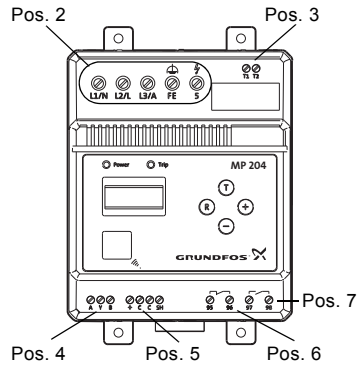

Fig. 6 Terminals
See fig. 6, pos. 5.
See fig. 6, pos. 3.